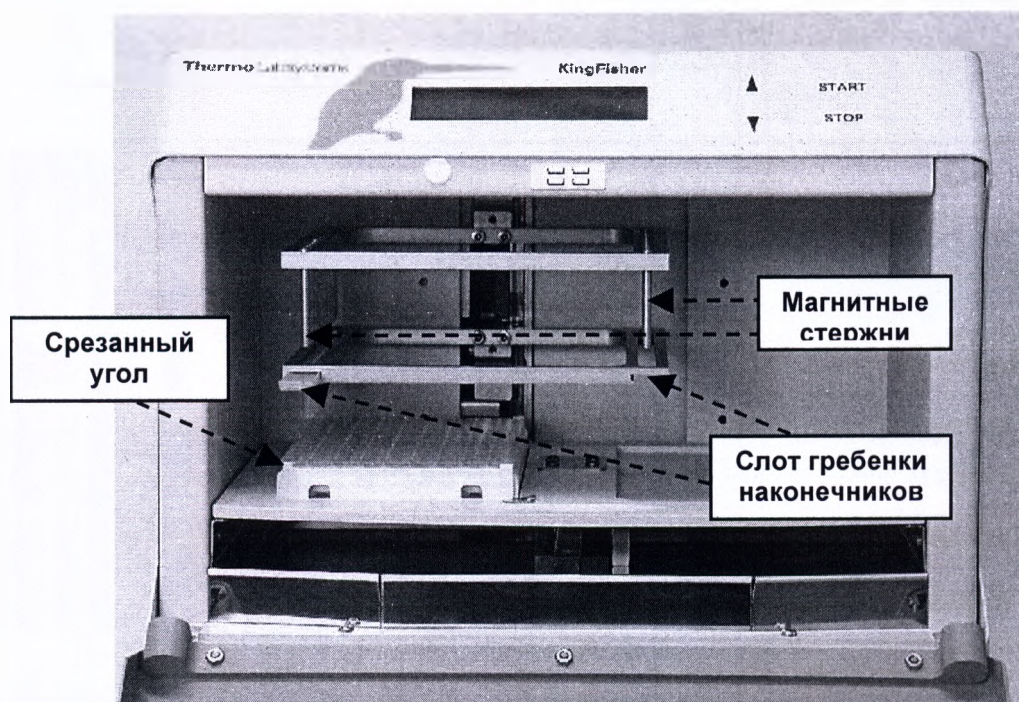

Рис. 6.3 Размещение планшета(ов) и вставление гребенки(ок) наконечников 12
- Гребенка (и) наконечников должна (ы) 12 всегда находиться в своей (их) направляющей (их) и полностью вставлена (ы) (Рис.6.3). Прибор также может работать с одним планшетом либо с микрострипами (от 1 до 12), в зависимости от количества образцов.